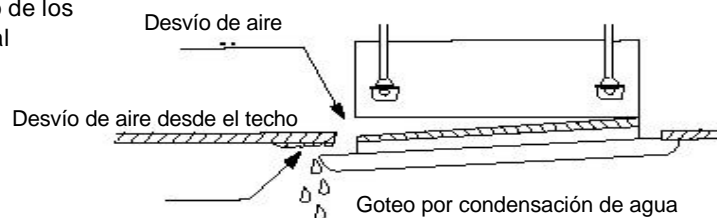

Figura 5
1. El apretado inapropiado de los tornillos resultará en mal funcionamiento como lo muestra la Figura 5.